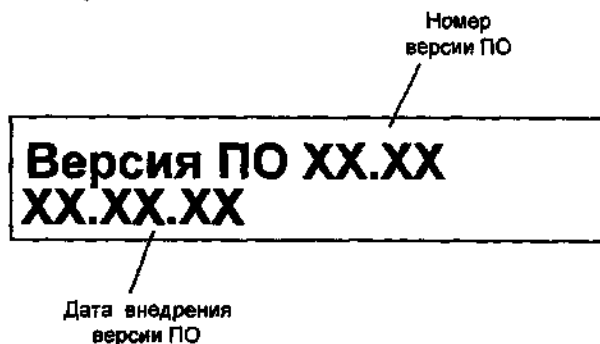
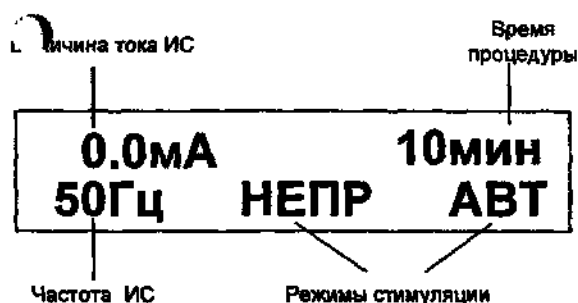

Рис.7.1 Информация на ЖКИ при включении питания.
Рис.7.2 Начальная установка режимов работы при включении питания или нажатии кнопки «СБРОС».
7.2.1 Включение аппарата производится установкой переключателя «СЕТЬ I/O» в положение «I», при этом аппарат кратковременно выводит на ЖКИ обоих каналов информацию в соответствии с Рис. 7.1, после чего, происходит начальная установка режимов работы аппарата в соответствии с Рис. 7.2
**ПРИМЕЧАНИЕ.** В случае, если после установки переключателя «СЕТЬ I/O» в положение «I» на ЖКИ не появляется приведенная выше информация (Рис.7.1,Рис.7.2), то необходимо нажать кнопку «СБРОС» в соответствующем канале.